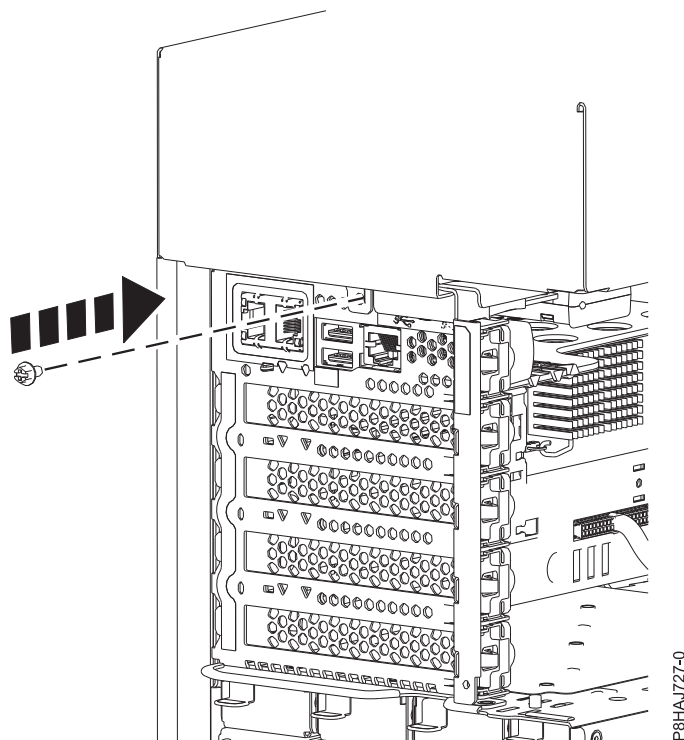

Figure 23. Installation de la vis capot latéral du 8286-41A
5. Installez la vis arrière du capot latéral à l'aide d'un tournevis cruciforme, comme illustré figure 23, à la page 39.